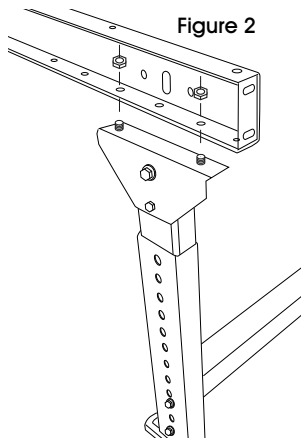

Figure 2
2. Bolting two H-Stands to one conveyor frame: Position H-Stands on the end of the conveyor frame, lining up with two holes on the end. Fasten bolts through conveyor and H-Stand. (See Figure 2)
2. Boulonnage de deux pieds de soutien en H à un cadre de convoyeur : Positionnez les pieds de support en H à l'extrémité du cadre de convoyeur, en les faisant coïncider avec deux trous situés sur l'extrémité. Fixez les boulons en les faisant passer à travers le convoyeur et le pied de soutien en H. (Voir Figure 2)